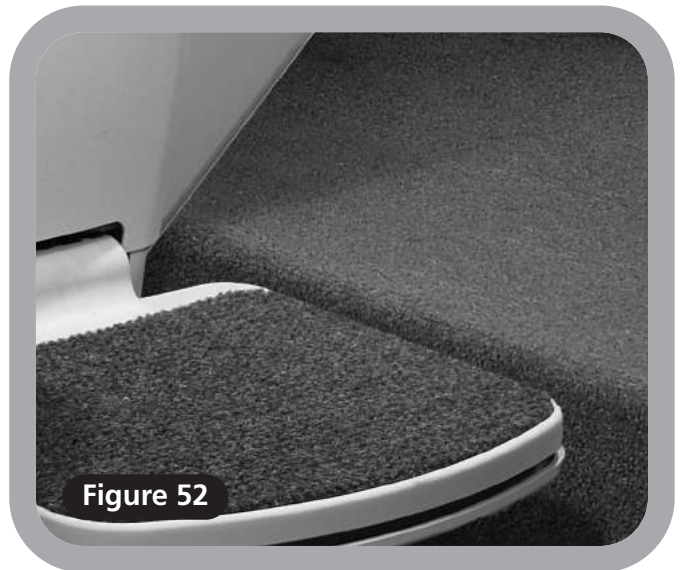

Figure 52
- a Pilotez le monte-escalier de sorte que le repose-pieds soit au même niveau que le haut de l'escalier (**Figure 52**).
- i Repilotez le monte-escalier jusqu'en haut de l'escalier, et vérifiez que le repose-pieds finit maintenant au même niveau que le palier (**Figure 52**).